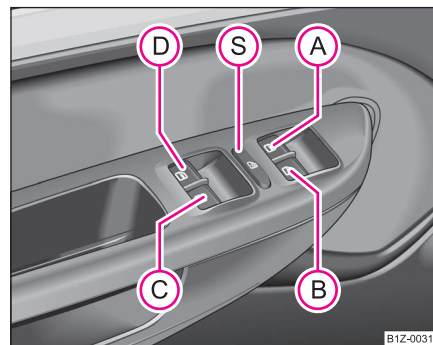

Fig. 36 Taste în ușa conducătorului
⇒ **pagina 55, fig. 36**, pasagerului din dreapta și în ușile din spate*
De la comutatorul de siguranță (S) ⇒ **pagina 55, fig. 36** puteți scoate din funcțiune tastele din ușile din spate. Apăsând încă o dată comutatorul de siguranță (S), puteți restabili funcționarea tastelor din ușile din spate.
- Când se transportă copii pe locurile din spate, vă recomandăm să scoateți din funcțiune comutatoarele din ușile din spate (comutatorul de siguranță) (S) ⇒ **pagina 55, fig. 36**.